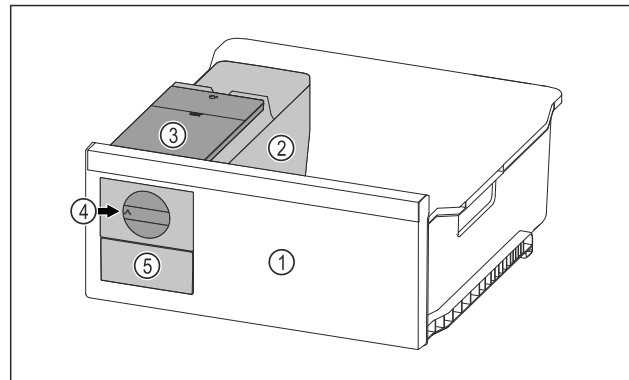

Fig. 212 Simbolična slika
- Vrtljivi gumb Fig. 212 (4) obrnite do konca v smeri urinih kazalcev.
- Kocke ledu iz posode za ledene kocke padajo v predal za ledene kocke Fig. 212 (5).